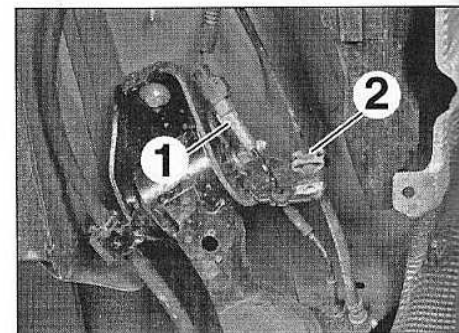

FIG.45
- Débrancher (Fig.45) :
- le connecteur (1) du capteur de roue puis dégrafer son faisceau électrique,
- le flexible de frein (2).